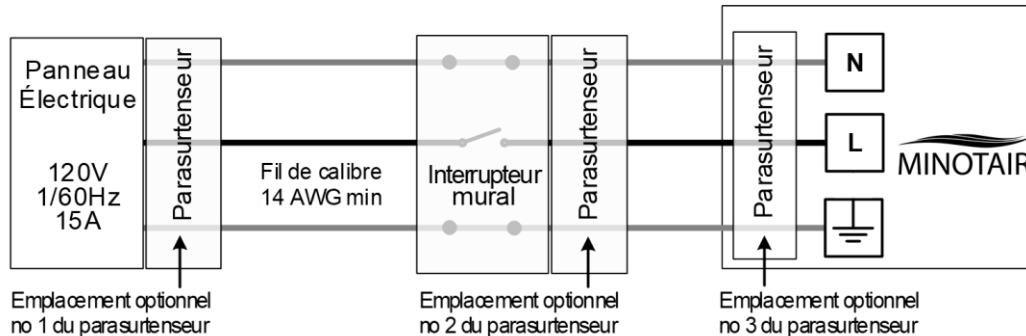

Figure 24 – Branchement de l'appareil.
- Un circuit de 120Vc.a. et 15A doit être utilisé et le branchement doit se faire par un électricien qualifié. Il est toujours de mise d'installer un interrupteur mural à proximité du MINOTAIR qui servira à couper son circuit d'alimentation pendant les activités d'entretien et de dépannage (Figure 24).